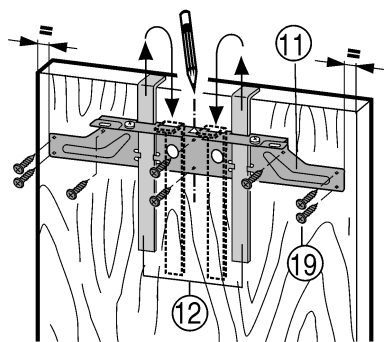

Fig. 15
- ▶ Bevestigingsdwarsstrip Fig. 15 (11) met de montagehulpstukken Fig. 15 (12) aan de binnenkant van de kastdeur hangen.
- ▶ Bevestigingsdwarsstrip Fig. 15 (11) centrisch uitlijnen: korte middenlijn op de kastdeur aangeven en daar overheen pijlpunt van de dwarsstrip aanbrengen.
- ▶ De bevestigingsdwarsstrip Fig. 15 (11) met minstens 6 schroeven Fig. 15 (19) vastdraaien.
- ▶ De bevestigingsdwarsstrip Fig. 15 (11) met 4 schroeven Fig. 15 (19) aan de rand vastschroeven.
- ▶ Trek de montagehulpstukken Fig. 15 (12) naar boven eruit en schuif ze gedraaid in de ernaast gelegen opnameopeningen.